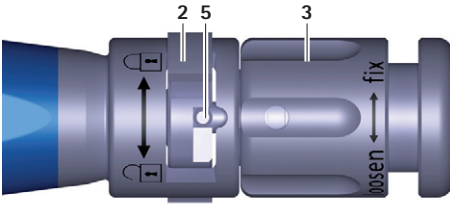
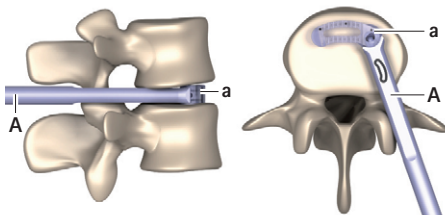

Abb. 3 Nahansicht Einsetzinstrument, Schalter geschlossen
Abb. 11 Implantat in Endposition
- Schalter **2** nach rechts drehen (Richtung ) , siehe Abb. 3.
- Drehmutter **3** gegen den Uhrzeigersinn drehen (Richtung „loosen“), bis sich Pin **5** vollständig in Schalter **2** befindet, siehe Abb. 3. Dabei darauf achten, dass Pin **5** Schalter **2** nicht verklemmt.
- ▶ Sobald Endposition (siehe Abb. 11) erreicht ist: Drehmutter **3** gegen den Uhrzeigersinn drehen (Richtung „loosen“), bis sich Pin **5** vollständig in Schalter **2** befindet, siehe Abb. 3. Dabei darauf achten, dass Pin **5** Schalter **2** nicht verklemmt.
- ▶ Schalter **2** nach rechts drehen (Richtung , siehe Abb. 3.